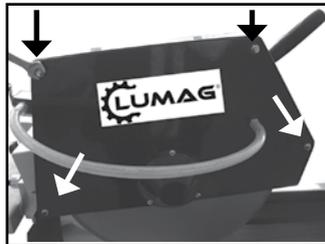

Fig. 2
3. **Fig. 2** Lösen und entfernen Sie die vier Schrauben an der Blatt-Schutzabdeckung (1) und ziehen Sie die Schutzabdeckung ab.